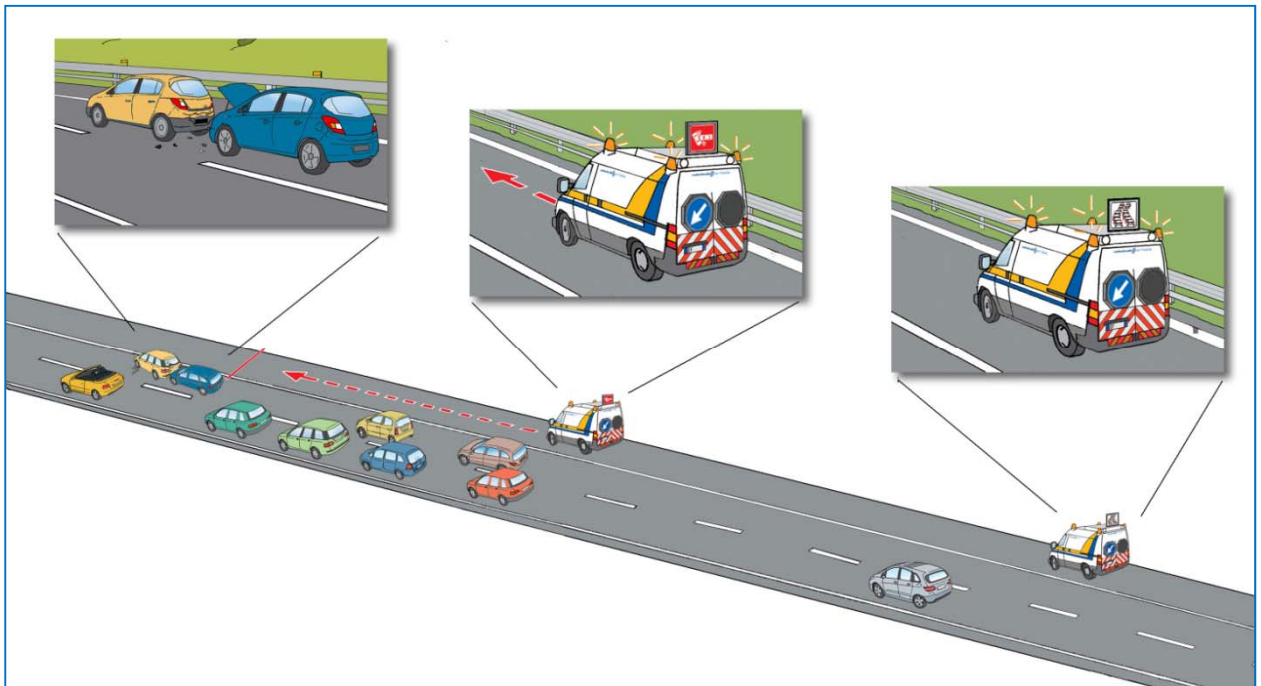

Fig. 12
- solo ad avvenuta conferma, dalla Sala Radio o direttamente dal secondo mezzo, che questo ha raggiunto la posizione e sta a sua volta segnalando la coda, ove sia richiesto un contributo alla risoluzione dell'evento, portarsi nuovamente sul punto dello stesso con i medesimi accorgimenti precedentemente descritti, (fig.12)